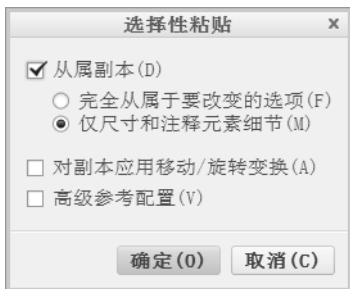

图 5-15 “选择性粘贴”对话框
4) 在“选择性粘贴”对话框中, 选中“从属副本”复选框, 并选择“仅尺寸和注释元素细节”单选按钮, 如图 5-15 所示, 然后单击“确定”按钮。